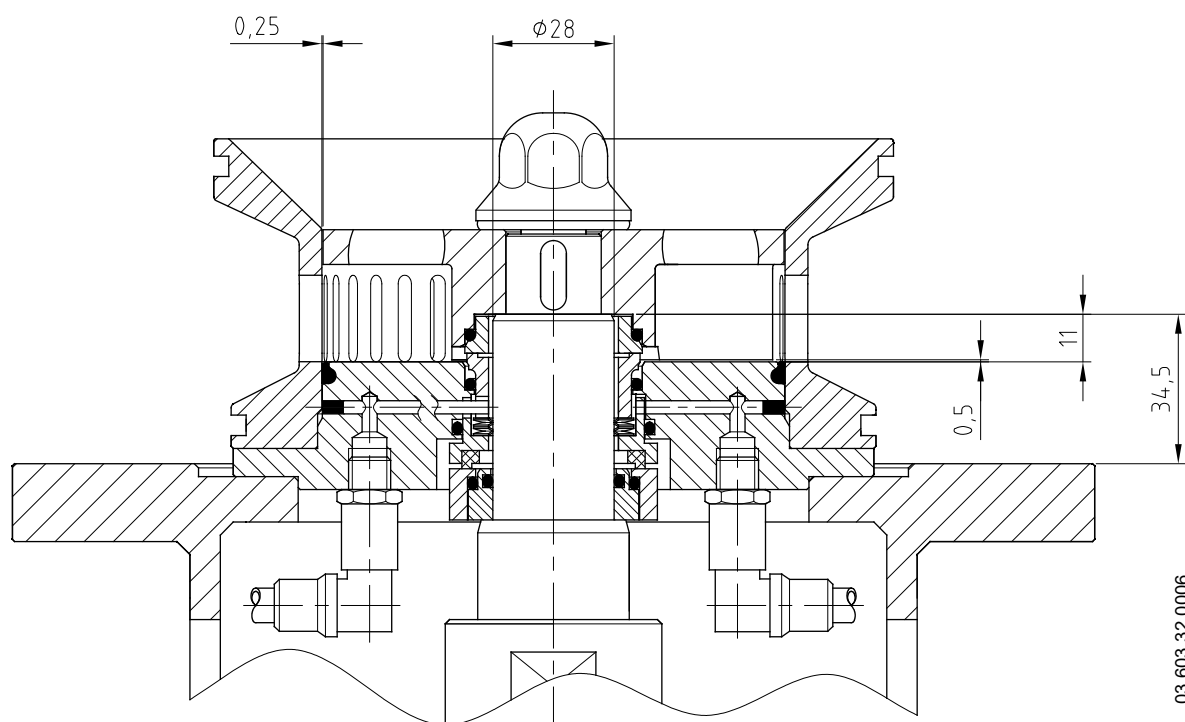

Figure 8.3 Dimensions de montage pour la double garniture mécanique de taille ME-6103/6105/6110 RE.
- Débranchez les raccords du couvercle de la garniture (03).
- Pour retirer le rotor (21), maintenez l'arbre (05) à l'aide d'une clé sur les méplats disponibles, puis utilisez une clé à tube pour retirer l'écrou (45), d'un coup de maillet dans le sens inverse des aiguilles d'une montre, le joint torique (80B) sortira avec l'écrou.
- Retirez ensuite la première partie rotative du rotor (21), et la première partie rotative de la double garniture mécanique (08).
- Retirez la clavette (61) de l'arbre (05).
- Desserrez et retirez les raccords d'entrée et de sortie (92) du système de refroidissement du couvercle de la garniture (03).
- Retirez le couvercle de la garniture (03) en dévissant les vis Allen (51) correspondantes. Retirez la première partie fixe de la double garniture mécanique (08), qui est fixée au couvercle de la garniture (03).
- Retirez le joint torique (80) du couvercle de la garniture (03).
- Desserrez les goujons (55) de l'arbre (05) puis séparez-le de l'entraînement (93).
- Les parties restantes de la double garniture mécanique (08) sortiront avec l'arbre. Retirez la seconde partie fixe de la double garniture mécanique (08) avec son ressort et ses goupilles (ME-6125/6130 RE), puis desserrez les goujons (55A) sur le joint à manchon (13) et retirez la seconde partie rotative de la double garniture mécanique (08) avec son joint torique (80C). *(Voir les figures 8.3 et 8.4)*
- Retirez la bague de projection (82) et le joint en V (81) de l'arbre (05).
- Enfin, retirez le moteur (93) de la lanterne (04) en enlevant les vis (52A), les rondelles (53A) et les écrous (54A).
- Sur le *ME-6125/6130 RE*, retirez de la lanterne inférieure (04) le protecteur (47A) et le joint spécial (18).
- Sur le *ME-6125/6130 RE* enfin, retirez la plaque de base (42) et les vis à tête fraisée (50A), les rondelles (53) et les écrous (54) de la lanterne (04).
- Montez le joint torique (80C) sur le manchon (13) et fixez-le sur l'arbre (05) à l'aide des goujons (55A).
- Placez la seconde partie inférieure rotative de la double garniture mécanique (08) avec son joint torique sur le joint à manchon (13) en alignant l'encoche du joint avec les vis de réglage (55A).
- Fixez les raccords du système de refroidissement (92) au couvercle de la garniture (03).
- Placez le joint torique (80) sur le couvercle (03).
- Placez le joint torique, le ressort et la seconde partie inférieure fixe de la double garniture mécanique (08) sur le couvercle (03), en veillant à aligner l'encoche du joint avec les goupilles du couvercle (03). *(Voir la figure 8.3)*